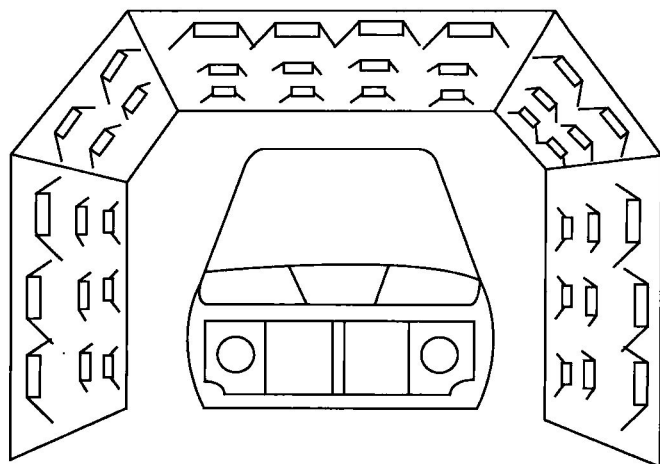

图 1-13 面漆的干燥
e. 面漆的干燥。喷涂完面漆的车身在室温条件下静置 7~10min, 以便于面漆中的溶剂有足够的挥发时间。防止由于突然加温使溶剂大量快速挥发, 造成涂膜破裂。当涂膜中所含溶剂已经充分挥发后, 使涂装好的车身进入到高温烘烤炉中并逐渐提高温度到 120~150℃ 保持 20~30min, 如图 1-13 所示。当车身涂膜已经基本干燥后, 就可以进入最终质量检验工序。